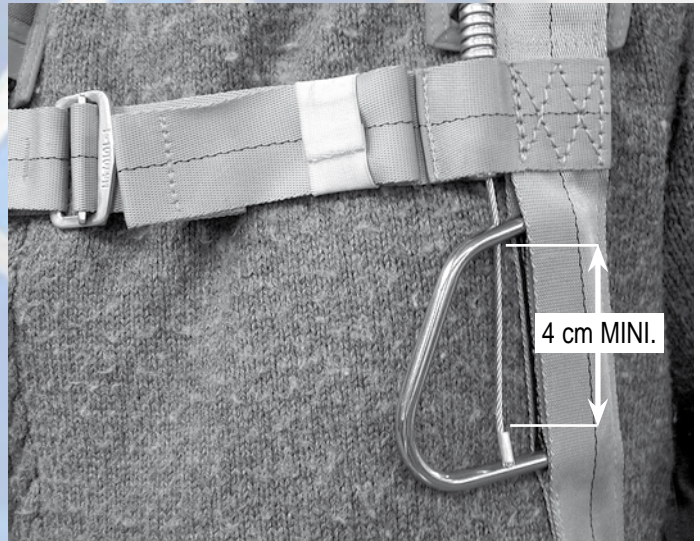

Fig 14
**B -** Mettez la poignée de commande en place dans sa pochette velcro et contrôlez la longueur de débattement du sertissage du câble dans la poignée: **4 cm mini.**, le sac-harnais sur le dos et sanglé.(Fig 14)
**B -** Secure the ripcord handle in its velcro housing and check the length of remaining cable inside the handle: **4 cm mini.**, with harness on the back and tighten.(Fig 14)